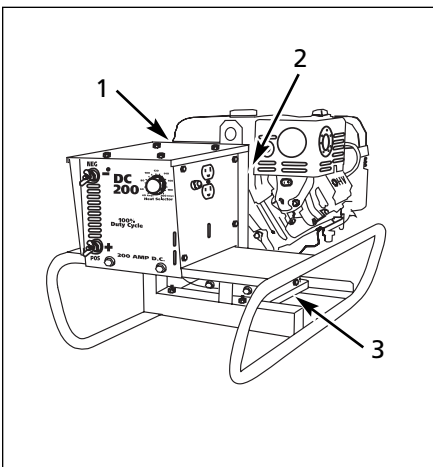

Figura 4 - 200
1. Retire la cubierta de la correa (vea la Figura 4, Referencia 1).
2. Retire la pantalla de seguridad (4 pernos) (vea la Figura 4, Referencia 2).
3. Afloje el pasador de cerrojo del alternador próximo al ventilador (vea la Figura 4, Referencia 1).
4. Ajuste la correa girando el tornillo de ajuste de la misma. (Figura 4, Referencia 1).
4. Afloje los pernos de montaje (4) del motor de la soldadora (vea la Figura 4, Referencia 3) y mueva la unidad hacia delante y hacia atrás para lograr una alineación perfecta. Apriete los pernos de montaje con las correas alineadas.